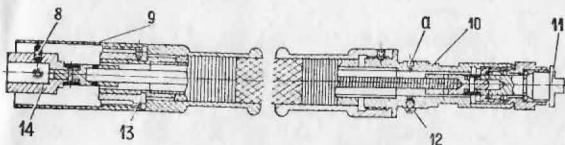
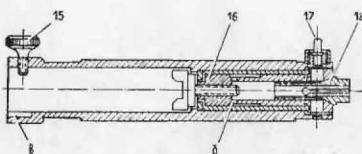

Рис. 2. Вал гибкий с корпусом:
Рис. 3. Державка с цангой для крепления инструмента:
4.6. От электродвигателя вращение (правое) передается валику 11 при помощи гибкого вала (рис. 2). Гибкий вал имеет на одном конце втулку 14, которая надевается на вал электродвигателя и крепится на нем стопорными винтами 8.
мента 7. Державка крепится на стволе при помощи винта 15. При этом выступ валика 11 (см. рис. 2) должен войти в паз вала в (рис. 3).
При надевании державки на ствол 10 необходимо следить, чтобы винт 12 (см. рис. 2) входил в паз в (см. рис. 3).
4.8. Рукоятка гибкого вала крепится к выступу фланца электродвигателя с помощью втулки 13 двумя винтами. На этот же выступ надет и закреплен винтом корпус 9 (см. рис. 2).
4.9. Державка с цангой (см. рис. 3) служит для крепления дисковых пил, различных фрез и сверл, входящих в комплект аппарата.